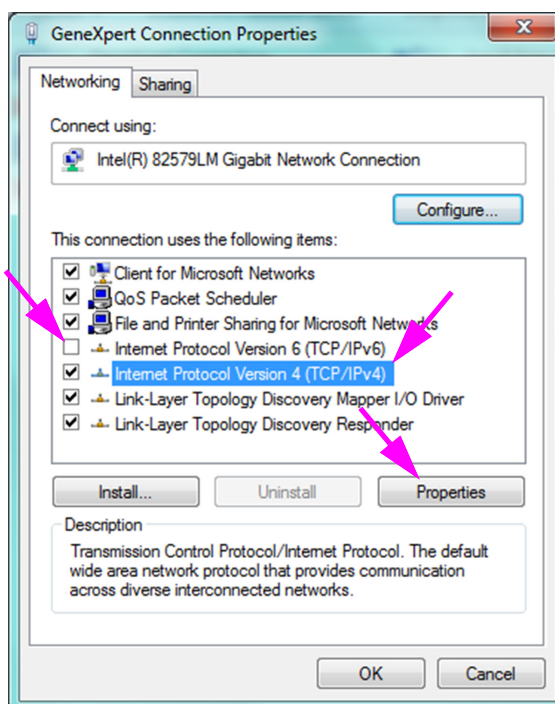

Figura 2-42. Ecranul Proprietăți conexiune GeneXpert
8. Pe ecranul Proprietăți conexiune GeneXpert (GeneXpert Connection Properties) (prezentat în Figura 2-42) debifați caseta de lângă **Internet Protocol Versiunea 6 (TCP/IPv6) (Internet Protocol Version 6 (TCP/IPv6))**. Evidențiați **Internet Protocol Versiunea 4 (TCP/IPv4) (Internet Protocol Version 4 (TCP/IPv4))** și apoi faceți clic pe **Proprietăți (Properties)**. Apare ecranul cu proprietățile Internet Protocol Versiunea 4 (TCP/IPv4) (Internet Protocol Version 4 (TCP/IPv4)).